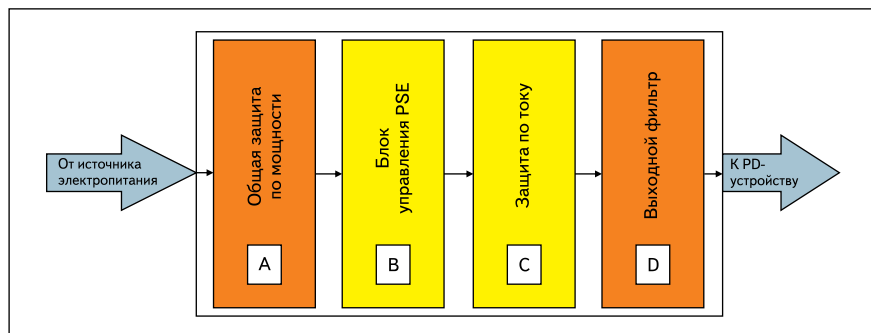

Рис. 5. Типовая блок-схема инжектора
Для PSE-устройств, в отличие от сплиттеров, наличие гальванической развязки по постоянному току входных цепей от выходных не требуется, так как она реализуется на этапе преобразования AC/DC в источнике питания. Поэтому инжекторы (в том числе и с целью удешевления) разрабатываются и выпускаются без гальванической развязки. Обобщенная структура PSE-устройства, состоящего из четырех основных блоков, приведена на рис. 5:
гательном (Mid-span) PSE-оборудовании. Они обеспечивают одновременную подачу питания к четырем оконечным PoE-устройствам (PD) по стандартному Ethernet-кабелю 5-й категории. Все PSE-устройства компании Befact Technologies (серии PSE-QD и PSE-HQD) соответствуют требованиям стандарта IEEE 802.3af. Они содержат все четыре функциональных блока: A+B+C+D (рис. 5), имеют широкий диапазон допустимых входных напряжений, защиту от превышения выходного тока и от короткого замыкания, функцию теплового отключения в случае перегрева, встроенную защиту от превышения суммарной выходной мощности, а также другие полезные функциональные и эксплуатационные особенности. Компания Befact гарантирует надежную работу инжекторов при непрерывной эксплуатации, в том числе и в условиях высокой температуры окружающей среды. Сводные характеристики изделий приведены в таблице 4.